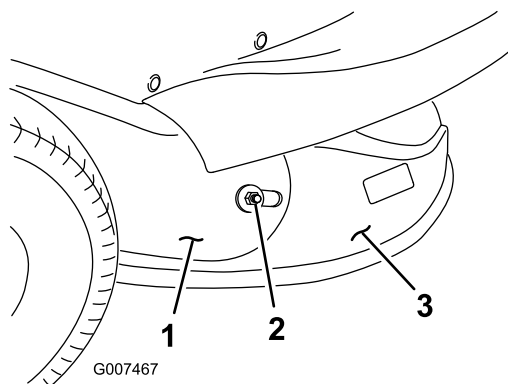

Figure 18
8. Retirez l'écrou et la rondelle extérieure de fixation de l'éjecteur au tube d'éjection (Figure 18).
14. Remettez l'écrou et la rondelle extérieure de fixation de l'éjecteur au tube d'éjection (Figure 18).